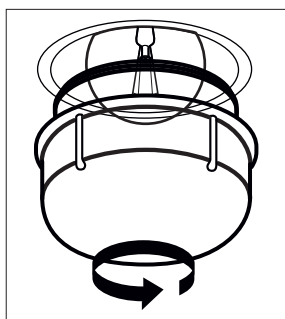

Figura 19
2. Quite la protección del cristal girándola en el sentido contrario a las agujas del reloj (ver figura 19). Utilizar guantes plásticos le puede ayudar en caso de tener dificultades para girar.